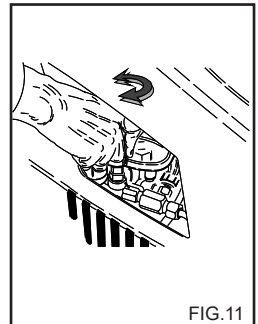

FIG. 11
**Dette kapittelet omfatter kun modeller som er utstyrt med innretningen "Trykkregulator".** Trykkregulatoren, fig. 11, gjør det mulig å regulere arbeidstrykket. Ved å dreie bryteren C mot klokka (B) (minimum) oppnår du en reduksjon i driftstrykket.